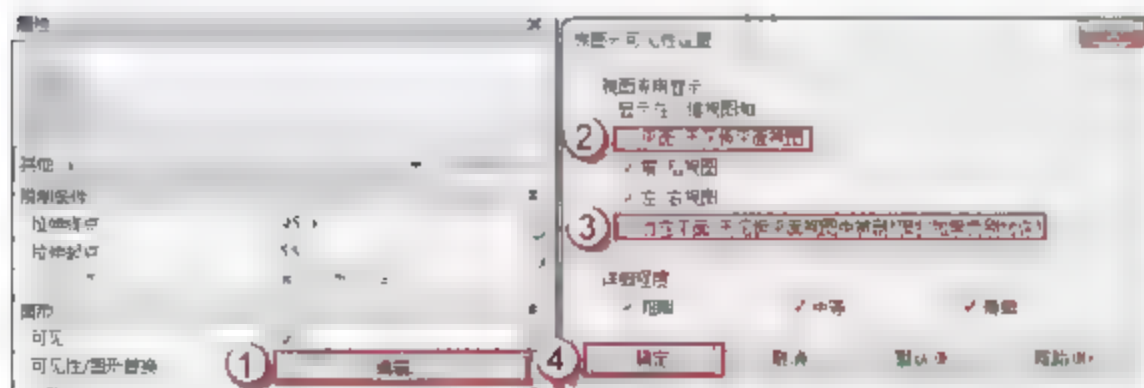

图 6.2.60 修改 FM1521 乙中部窗玻璃的可见性
(20) 修改 FM1521 乙中部窗窗框的可见性。在 FM1521 乙中部窗窗框的“属性”面板中，单击“图形”栏“可见性/图形替换”后的“编辑”按钮，弹出“族图元可见性设置”对话框，取消“平面/天花板平面视图”和“当在平面/天花板平面视图中被剖切时（如果类别允许）”复选框的选择，单击“确定”按钮，如图 6.2.60 所示。